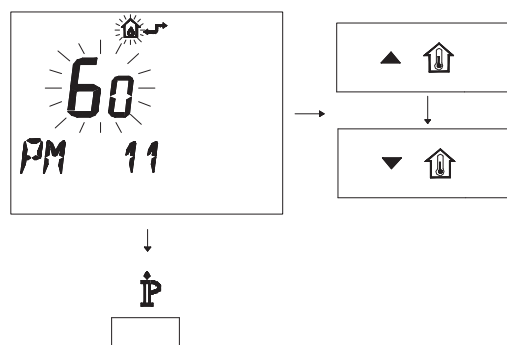

Рисунок 5.42
- Измените заданное значение при помощи кнопки \blacktriangle \uparrow или \blacktriangledown \uparrow и подождите, пока заданная цифра не начнет мигать (Рисунок 5.42). Каждое изменение в сторону увеличения или уменьшения соответствует 1 секунде.